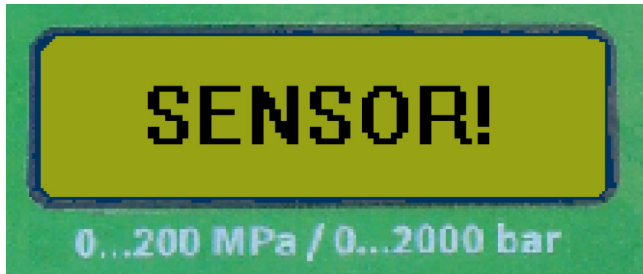

Abb. 12: Fejlmeddelelse på den digitale trykindikator
! Tændingen skal være frakoblet, inden manometermodulet (fig. 12, pos. 1) tilsluttes eller afklemmes.